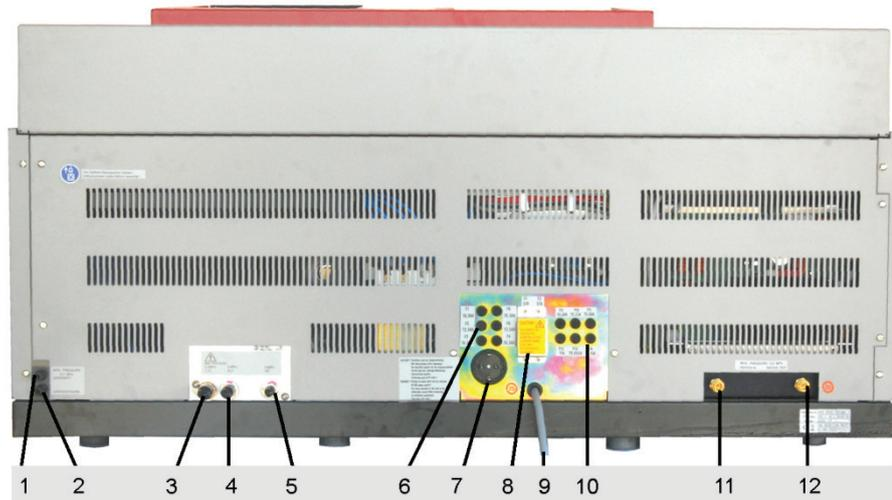

Fig. 24 Vue de derrière du ZEEnit 700 P avec raccords
3. Raccorder la conduite de commande du KM 5 sur le connecteur marqué sur la paroi droite du ZEEnit 700 P (Fig. 24).